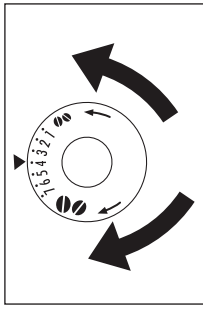

Abb. 40
- Für eine langsamere Ausgabe und cremigeren Kaffee drehen Sie um eine Position gegen den Uhrzeigersinn (feiner vorgemahlener Kaffee). Für eine schnellere Ausgabe (nicht tropfenweise) drehen Sie um eine Position im Uhrzeigersinn (gröber vorgemahlener Kaffee) (Abb. 40).